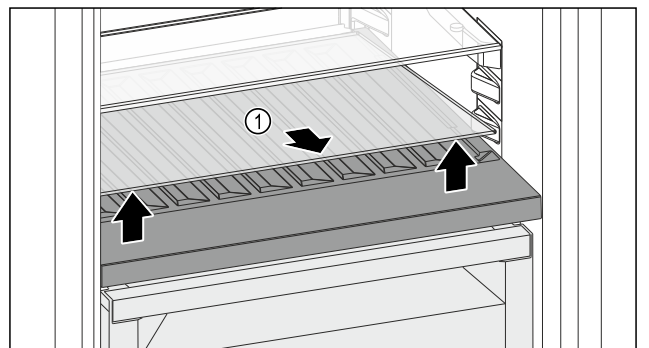

Fig. 151
- Glasplatte Fig. 151 (1) an der Aussparung vorne anheben und herausnehmen.
- Glasplatte Fig. 151 (1) außerhalb des Geräts sicher aufbewahren.
- Glasplatte (2) unter der variablen Flaschenablage einlegen.